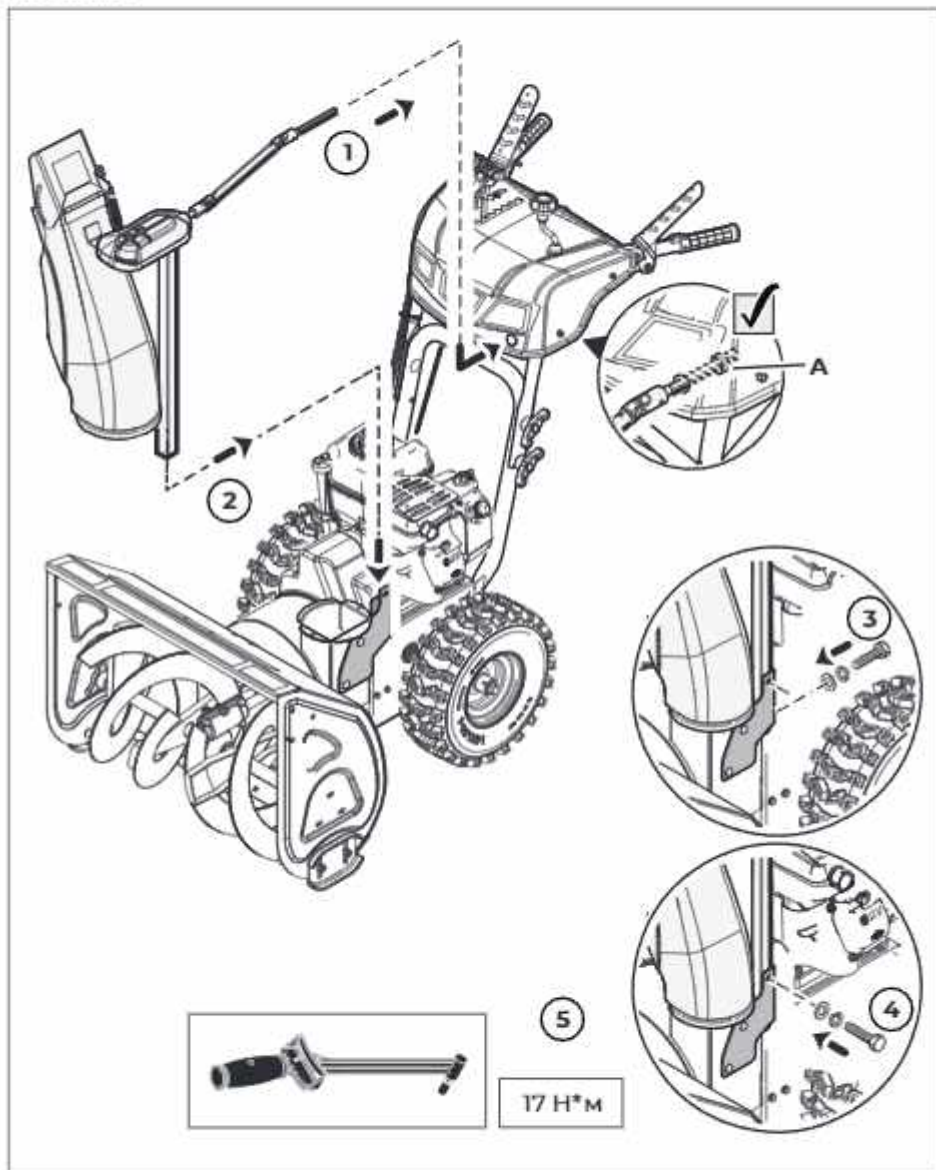
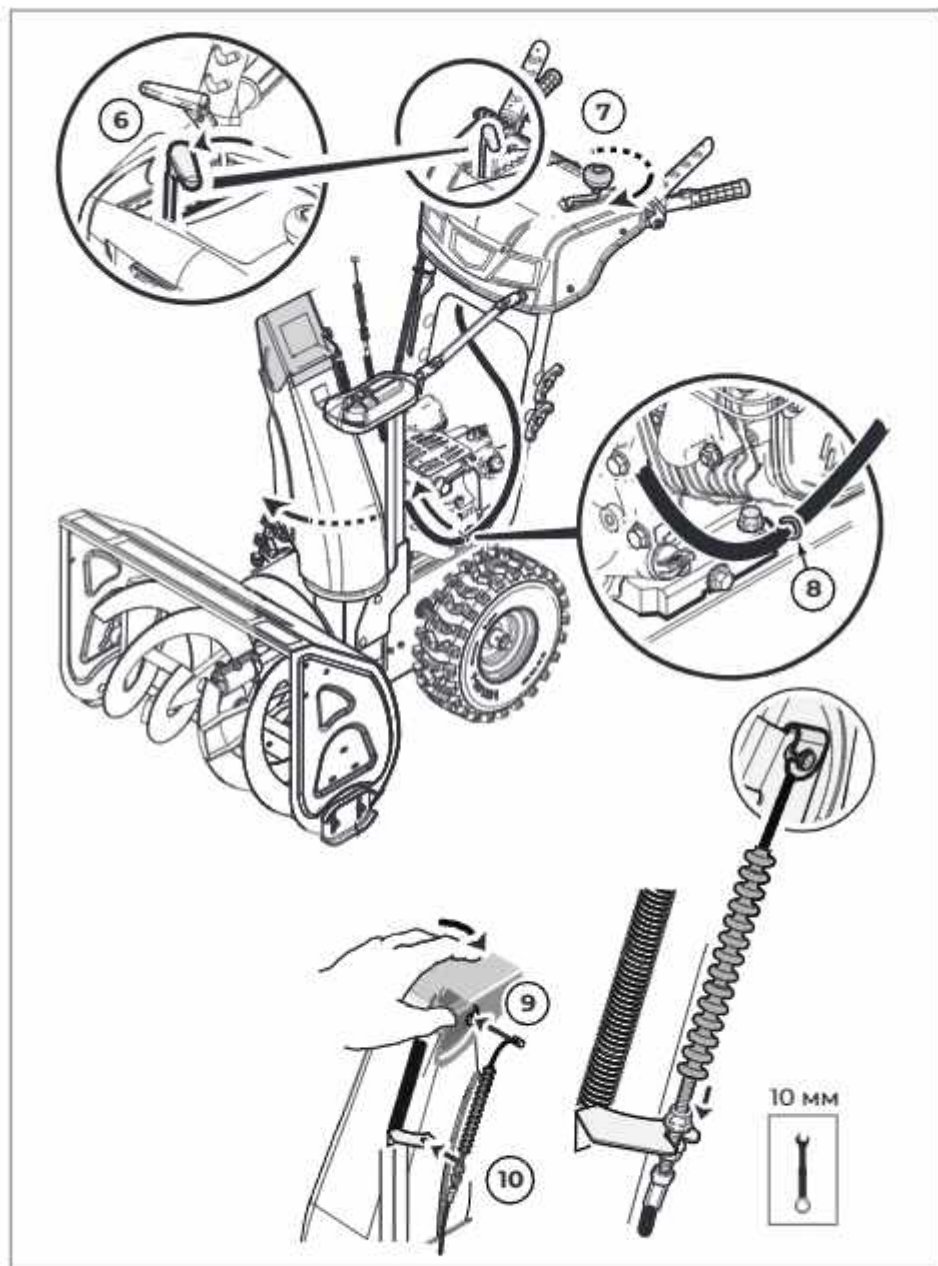

Рис. 8
Рис. 9
2.3 Желоб (рис. 8, рис. 9)
рис. 8 поз. А.